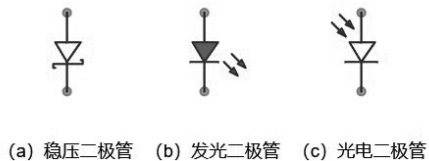

图 1-7 特殊功能二极管
(1)稳压二极管。稳压二极管是一种利用 PN 结反向击穿特性制成的起稳压作用的二极管,广泛应用于稳压电源和限幅电路中,符号如图 1-7(a)所示。
(2)发光二极管。发光二极管在半导体中掺入特殊的杂质。当它导通时,会发出各种颜色的光,常用作显示器件,也可制成照明灯具,符号如图 1-7(b)所示。
(3)光电二极管。光电二极管也称为光敏二极管,是将光信号转变成电信号的常用器件,可用于对光的测量,符号如图 1-7(c)所示。光敏二极管广泛应用于遥控报警及光电传感器中。另外,大面积的光电二极管能将光能直接转换为电能,可作为一种能源,称为光电池。